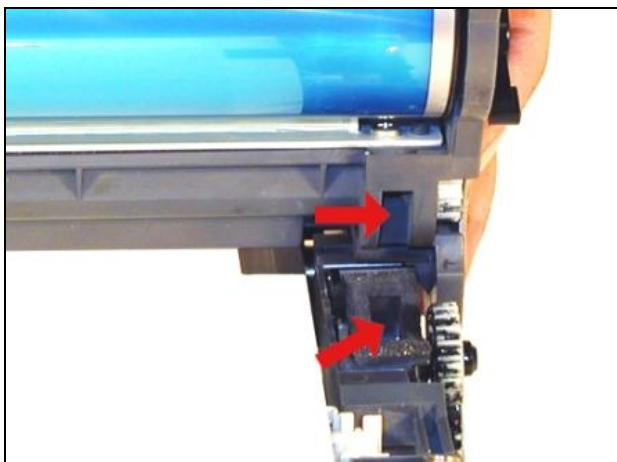

Ilustración 55
46. Coloque la unidad de tambor OPC sobre el ensamble de la banda de transferencia de manera tal que la cavidad de desperdicio quede alineada con la ranura. Ver ilustración 55 y 56.